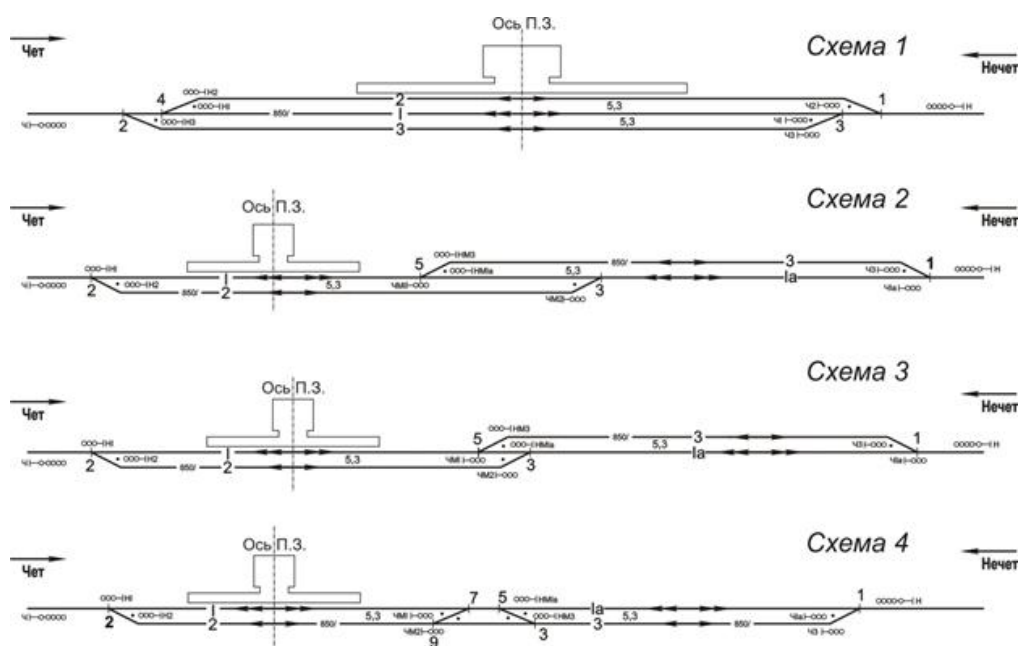

Рис.1 Схемы разъездов
- с поперечным расположением путей (рис. 1 схема 1).
- с полупродольным расположением приемо-отправочных путей (рис. 1 схема 2);
- с продольным односторонним (рис. 1 схема 4) и разносторонним (рис. 1 схема 3) расположением приемо-отправочных путей;